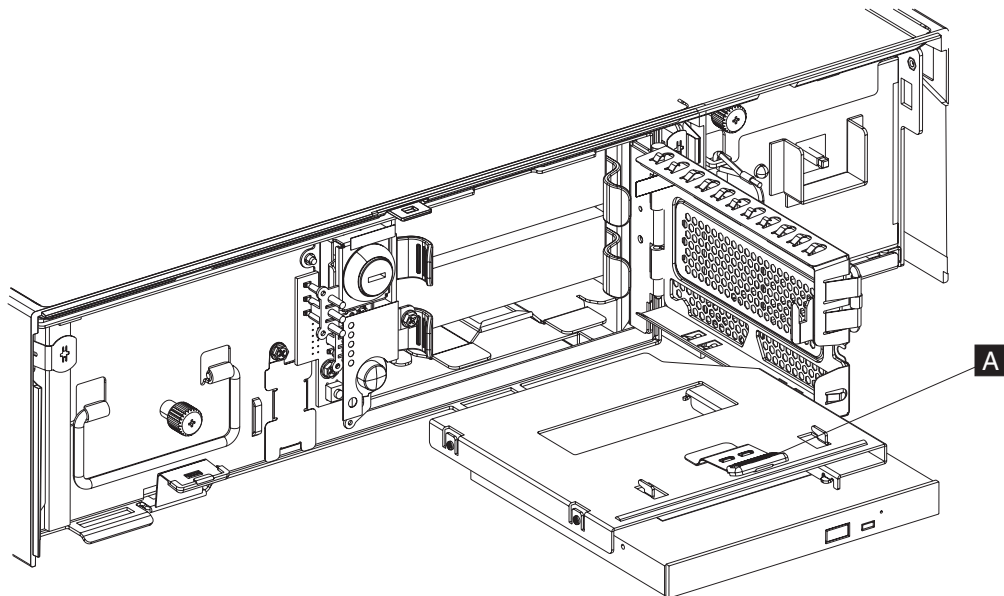

图 23. 卸下光盘驱动器
3. 手心朝上，用手指抓住光盘驱动器及其支架，同时将支架锁定卡口（图 23 中的 **A**）往下推以使其脱离其开口。